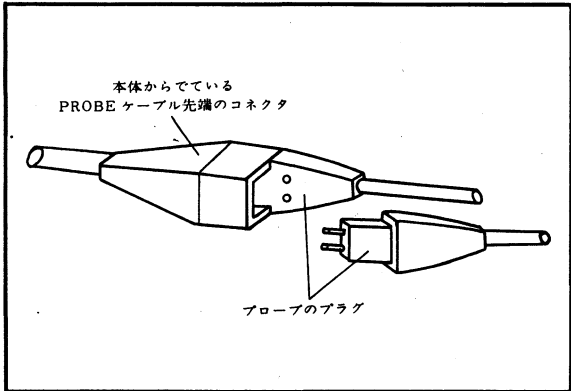

図2 プローブの接続
- 2) プラグの段のついた方を外側にして、コネクタに差し込みます。図2をごらんください。